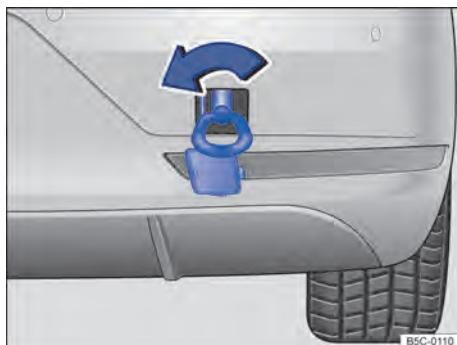

Fig. 196 No para-choque traseiro à direita: rosquear a argola de reboque.
O alojamento da argola de reboque rosqueável está localizado à direita do para-choque traseiro, atrás de uma cobertura  Fig. 196, .
- Rosquear a argola de reboque tão firme quanto possível **no sentido anti-horário** no alojamento  Fig. 196  . Utilizar um objeto apropriado com o qual a argola de reboque possa ser rosqueada com firmeza no alojamento.